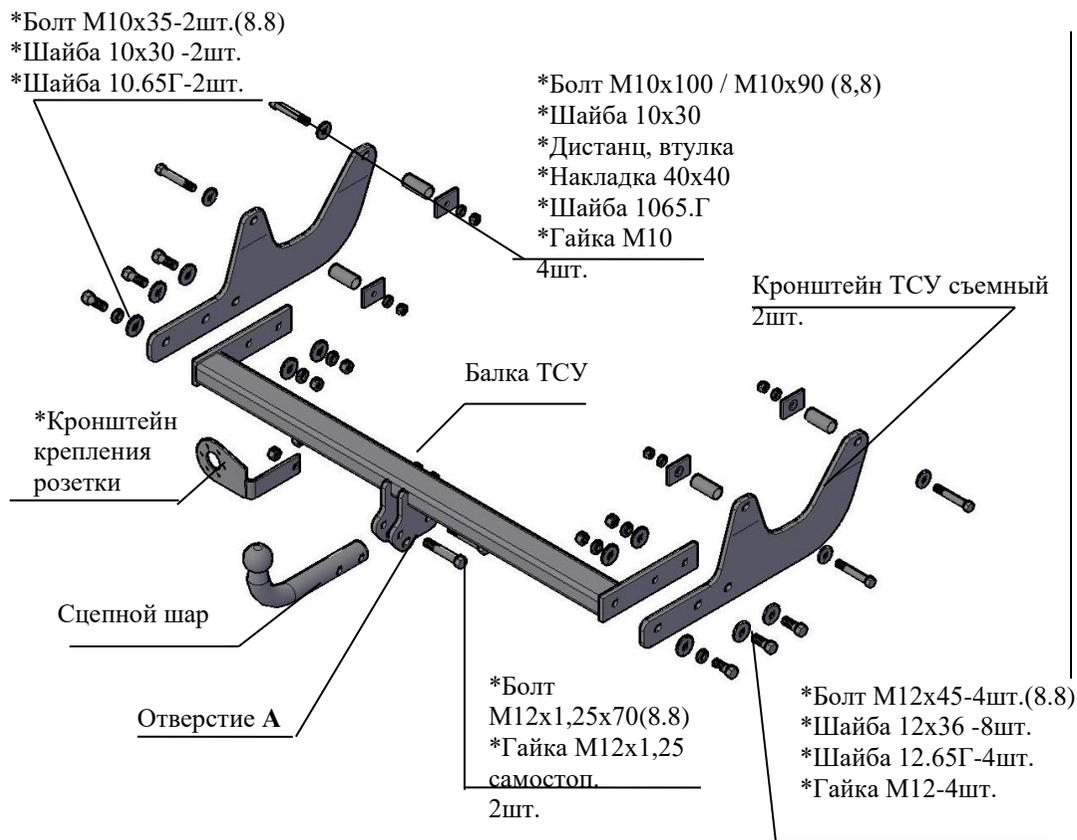

Рис.1 Тягово-цепное устройство 2011.
2.1 ТСУ 2011.С в сборе (рис.1)	1 шт.
2.2 Пакет с комплектующими (см. рис.1)	1 шт.
4.2 Закрепить съемные кронштейны ТСУ к наружным полкам лонжеронов а/м болтами М10х100 (для Лада Ларгус Кросс – болтами М10х90), соблюдая положение болтов в соответствии с рис.1, внутрь лонжеронов установить дистанционные втулки, шайбы 10х30 установить под головки болтов, под гайки подложить накладки 40х40 и шайбы 10.65Г. Крепеж не затягивать.